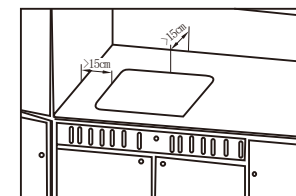

图3
- 1、灶台开孔: 确定灶具在灶台上的安装位置后,将包装箱内所附开孔模板放在开孔位置,沿模板边缘画线开孔(如图3所示)。